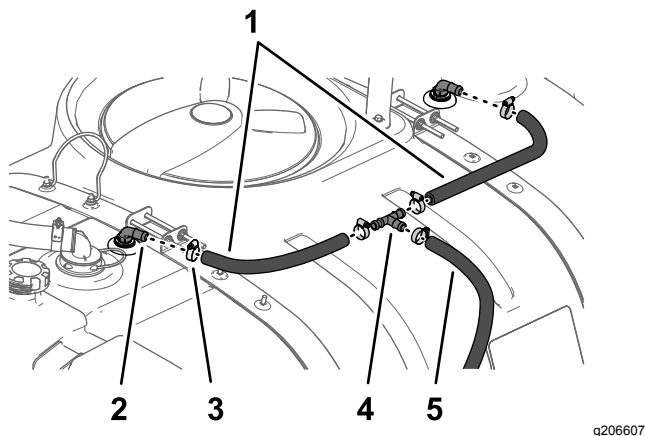

Figura 27
1. Montate i 2 flessibili di 1,9 x 61 cm e le 2 fascette stringitubo su ciascuno dei raccordi a 90° nei gruppi ugelli di lavaggio e serrate le fascette manualmente (Figura 27).
2. Montate, senza serrarla, l'altra estremità dei flessibili di 1,9 x 61 cm sul raccordo a T con 2 fascette stringitubo, come illustrato nella Figura 27.
3. Montate i flessibili di 1,9 x 180 cm e una fascetta stringitubo sul raccordo a T, come illustrato nella Figura 27.
1. Montate il flessibile di 43,3 cm nella parte inferiore del serbatoio di lavaggio sul raccordo diritto dentellato interno della pompa del serbatoio di lavaggio con una fascetta stringitubo e serrate la fascetta manualmente (Figura 27).